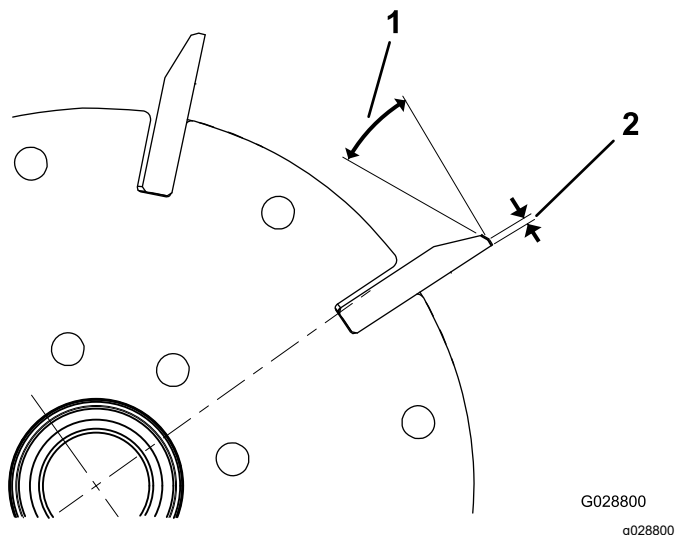

Figure 28
1. Créez un angle de dépouille de 30° sur toutes les lames du cylindre jusqu'à obtention d'une facette de 0,8 mm de largeur. (Figure 28).